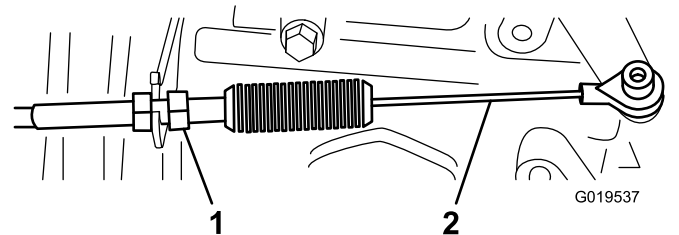
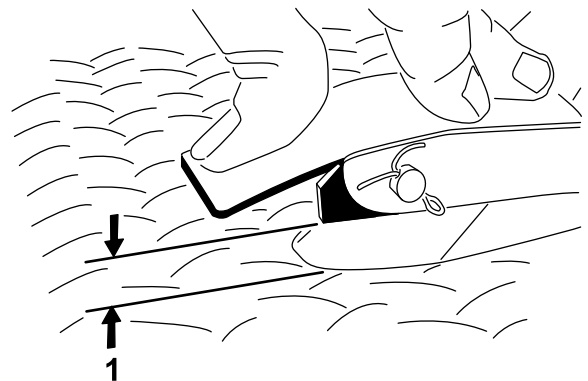

Figura 66
Figura 67
- Ajuste la articulación esférica del cable del acelerador (Figura 66) hasta que haya de 2,54 a 6,35 mm de holgura entre el brazo del pedal del acelerador y el borde superior del dibujo a rombos de la chapa de suelo (Figura 67) al aplicar una fuerza de 11,3 kg al centro del pedal.
- Apriete la contratuerca (Figura 66).